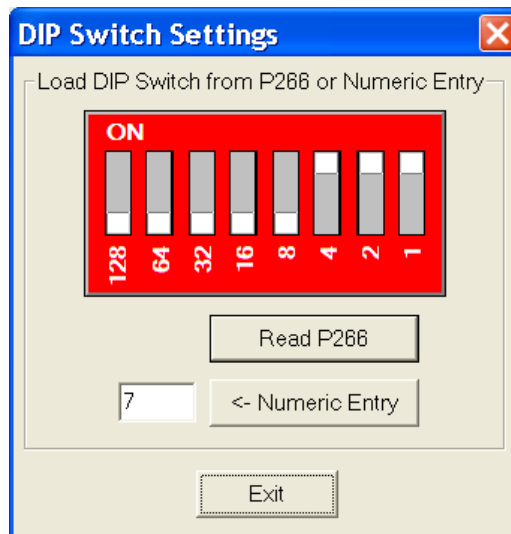

Abbildung 32: Anzeige der DIP-Schalter
- **Read P266** (P266 auslesen): Klicken Sie auf diese Schaltfläche, damit P266 Utility die DIP-Schalterstellungen aus dem angeschlossenen Drehzahlregler P266 ausliest. War das Lesen erfolgreich, so wird die Anzeige der DIP-Schalter aktualisiert, um den aktuellen Wert anzuzeigen und im Feld **Numeric Entry** (Numerischer Wert) wird das dezimale numerische Äquivalent der DIP-Schalterstellung angezeigt. Im Beispiel in der Abbildung 32 stehen die DIP-Schalter im Drehzahlregler P266 auf dem numerischen Wert von 7.